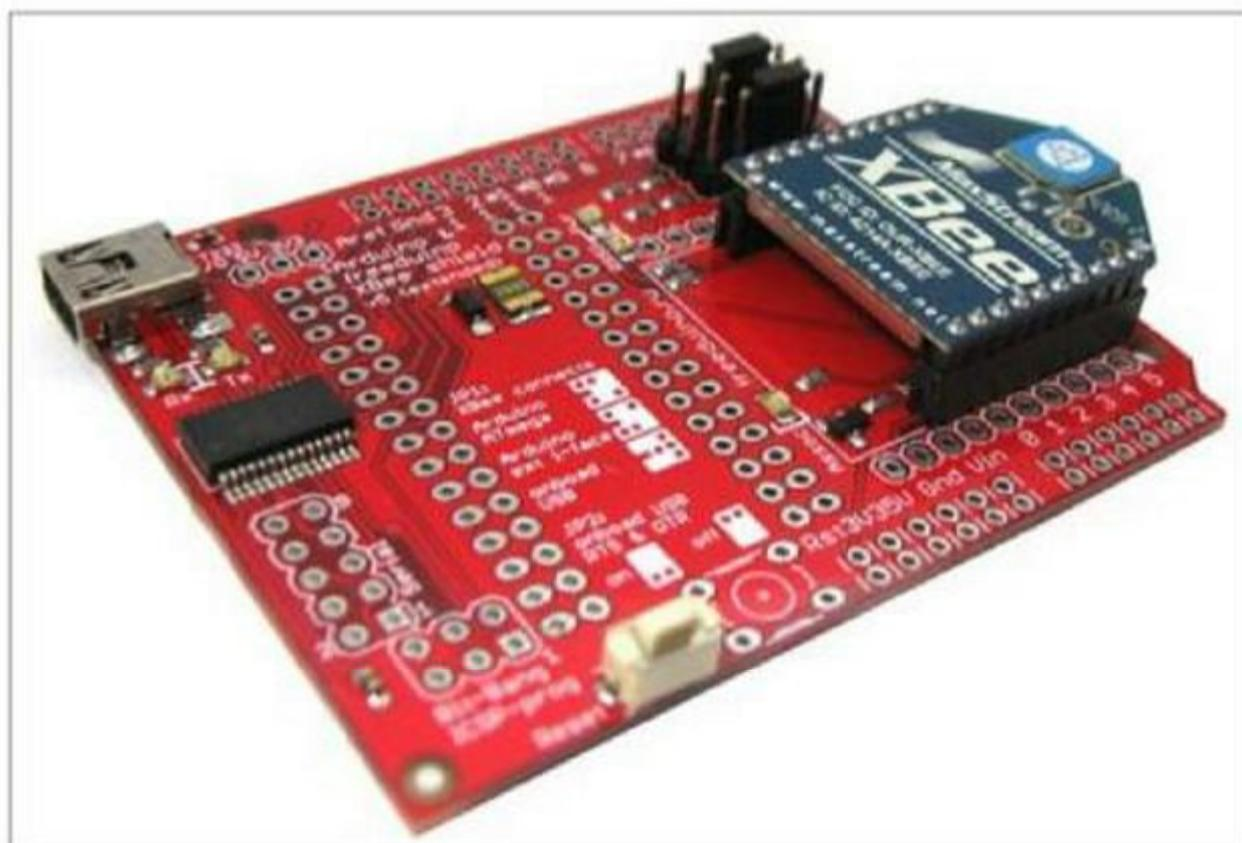

Рис. 3.3. XBee Shield
- ❑ **XBee Shield** (рис. 3.3) — обеспечивает при помощи модуля Maxstream Xbee Zigbee беспроводную связь нескольким устройствам Arduino;